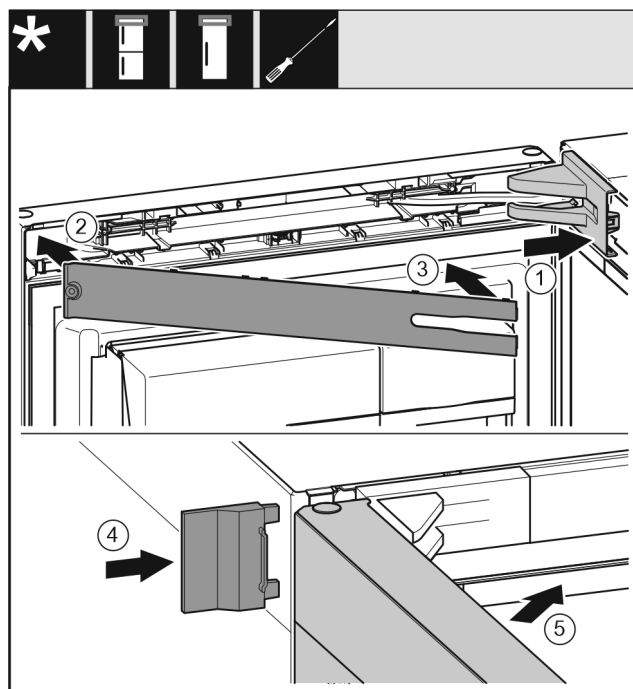

Fig. 31
- ▶ Nasadte a zaklapněte kryt stojanu ložiska Fig. 31 (1), příp. opatrně přitlačte od sebe.
- ▶ Nasadte záslepku Fig. 31 (2).
- ▶ Záslepku Fig. 31 (3) sklopte a zaklapněte.
- ▶ Vnější kryt Fig. 31 (4) nasuňte.
- ▶ Zavřete horní dveře Fig. 31 (5).